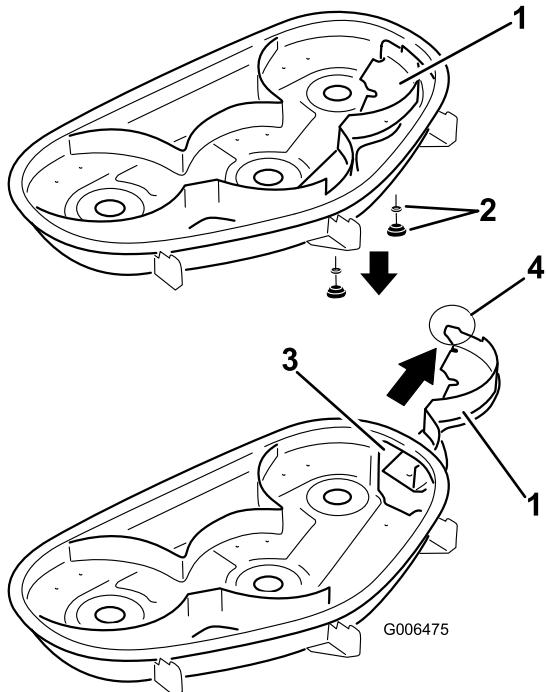

Figura 26
5. Retire el deflector derecho y baje el deflector de hierba sobre el orificio de descarga, según se muestra en Figura 26 y Figura 25.
4. Pase el deflector derecho por el orificio de descarga y fíjelo con 2 pomos y arandelas curvas (cara ahuecada hacia el cortacésped) según se muestra en Figura 25 y Figura 26.